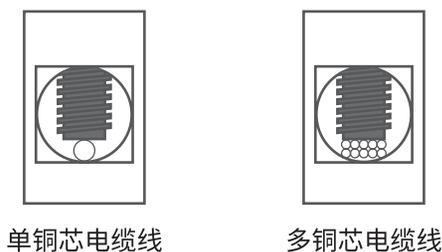

图3-1 零排、地排接线示意图
- 进行零排和地排接线时, 应保证在螺钉拧紧后, 线丝完全插进并夹紧在端子中, 避免任何导线的线丝滑进夹紧机构和保持装置间的缝隙中, 如图3-1所示。建议零排和地排的接线使用单铜芯电缆线。